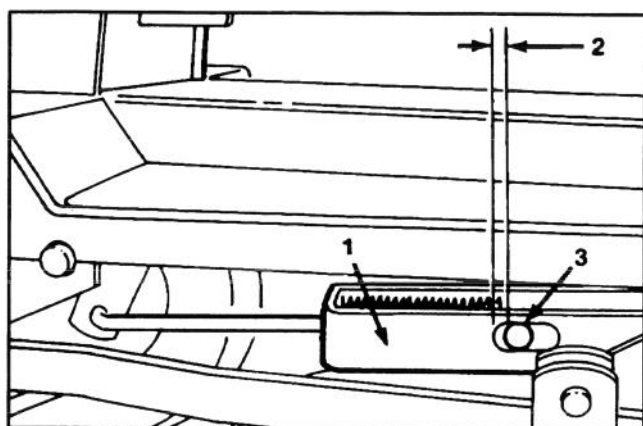

Figure 24
3. Tourner la tige de réglage jusqu'à ce que l'espace entre l'extrémité de la fente dans la patte d'embrayage et le diamètre externe de la goupille fasse 1,5 mm (Fig. 24).